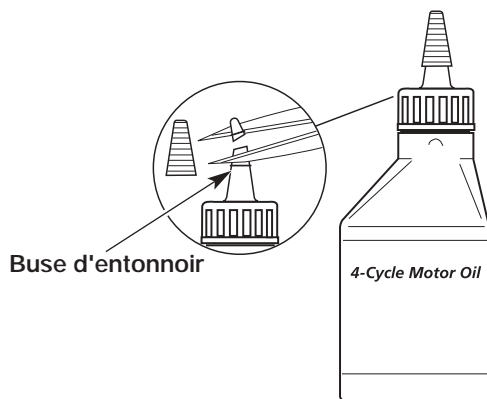

Fig. 6
Votre appareil est livré avec une bouteille d'huile SAE 30 SF, SG, SH de 100 ml (3,4 oz) (Fig. 6).
1. Dévisser le bouchon de la bouteille d'huile et retirez le papier couvrant l'ouverture. Remplacez le bouchon. Coupez la pointe de la buse de l'entonnoir (Fig. 6).